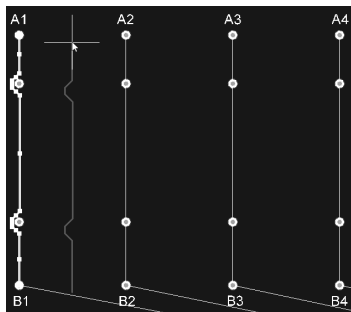

图 14-39 复制走线
(4) 按下快捷键 **Ctrl + R** 启动橡皮图章功能，移动光标到焊盘 A1 中心以确保光标对准走线上方端点，单击鼠标左键以复制该走线。移动光标，此时光标上会附着刚才复制的走线，如图 14-39 所示。